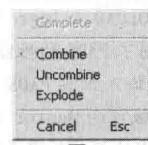

图5
⑤组合/解组。将线条和文字等组合为一个物体。点击按钮，右击图纸任意位置，在弹出菜单中选 Combine(组合)命令，见图5，然后点击拟组合的图线和文字，要注意的是必须先选图线。两个文本对象不能合为一组。选好后再在弹出菜单中选 Complete(完成)命令，刚才选中的对象成为一个组合物体。在一个组中的文字在组内可移动其相对位置。